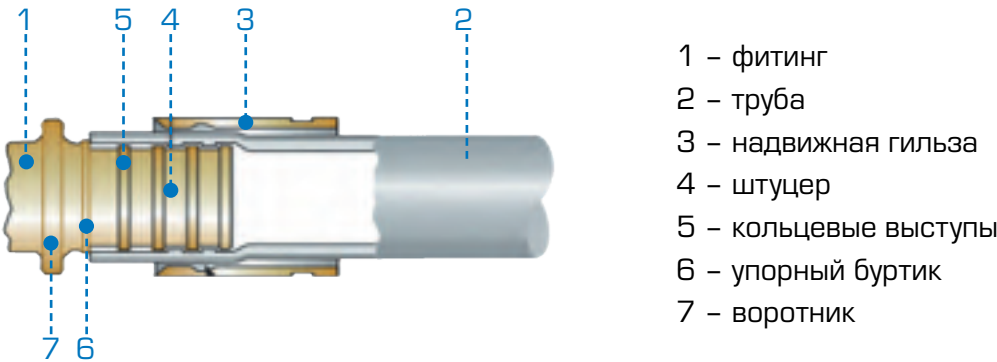

Рис. 3.
Прессовые соединительные детали состоят из следующих элементов (рис. 3): фитинга (1) со штуцером (4) для трубы (2) и подвижной гильзы (3). Штуцер имеет кольцевые выступы (5) для фиксации трубы на фитинге и герметизации соединения между ними. Упорный буртик (6), предотвращающий осевое перемещение трубы относительно фитинга при напрессовке гильзы. Воротник (7), фиксирующий конечное положение гильзы. Размеры фитингов приведены в табл. 7.